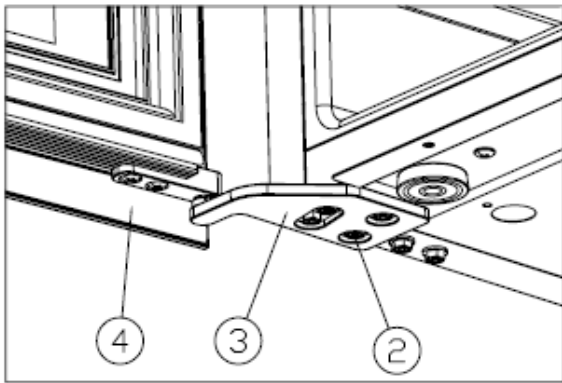

Figure 5
Installieren Sie das obere rechte Scharnier (3) und ziehen Sie die Schrauben M5*16 an. (2). [Figure 5]